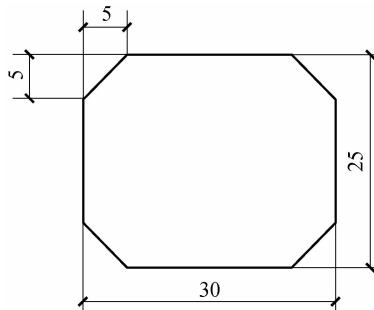

图 3-7 倒角矩形
(1)倒角(C)：用于绘制一个带有倒角的矩形。例如，绘制如图 3-7 所示的矩形。